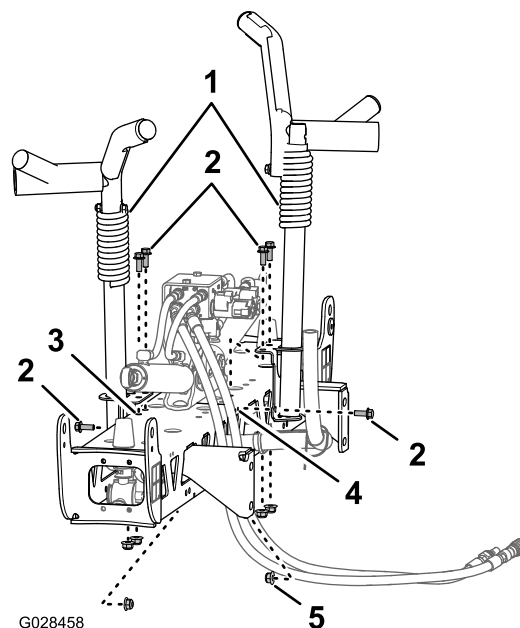
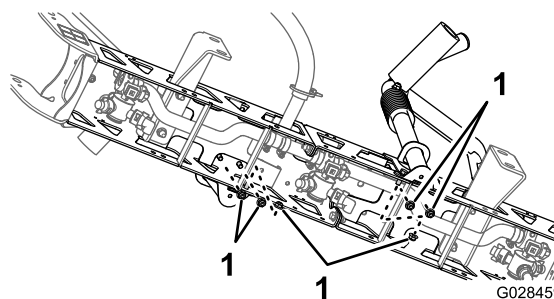

Figure 37
Figure 38
- Placez les berceaux de transport des rampes devant la section de rampe centrale (Figure 37).
- Fixez les berceaux sur la section de rampe (Figure 37 et Figure 38) à l'aide de 6 boulons ( $\frac{3}{8} \times 1$  po) et de 6 contre-écrous à embase ( $\frac{3}{8}$  po).